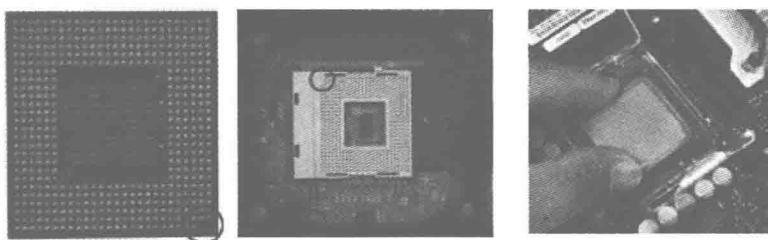

图 1.18 安装 CPU
(2) 安装 CPU 和散热风扇。
① 平放主板，把主板用装置垫起来，最好用绝缘的泡沫塑料。处理器是有针脚的，放平主板有利于处理器的垂直安装。寻找主板的处理器插槽，一般新的主板处理器插槽会有一层保护贴纸。安装新主板时记得轻轻去掉保护物质，然后才可以进行处理器安装。注意细节动作，食指拉起主板处理器插槽的杠杆。拉到大约 90° 的位置停止，一般主板都会在杠杆垂直处设置挡片，防止杠杆角度过大。如图 1.18 所示。